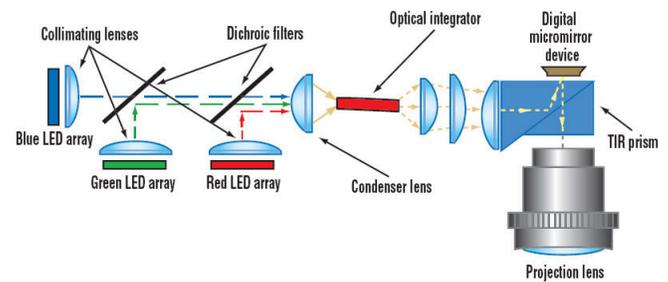

図 5. 光学モジュールの概略図
- **DLP 光学モジュール:** DLP DMD と関連する、照射用光源、光学素子、必要な機械部品は、光学モジュールまたはライト エンジンと呼ばれるコンパクトで堅牢なユニットに統合されています (図 5 を参照)。